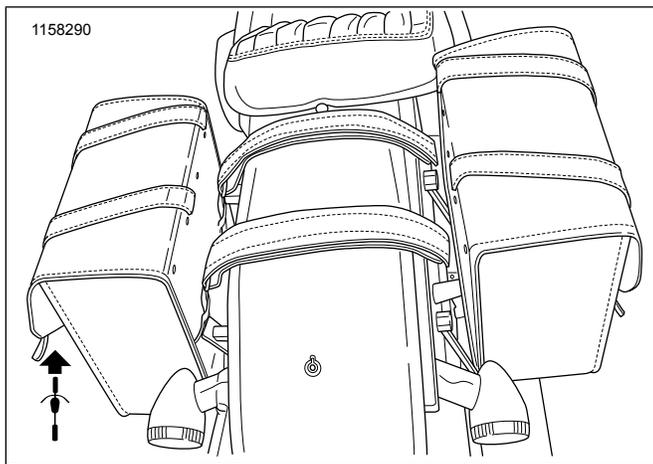

Figura 3. Colocación del yugo del soporte
10. Consulte la Figura 3. Coloque los yugos del soporte, ya sujetos al lado derecho de la alforja, a través del guardabarros sobre la cinta protectora y sujete a la alforja del lado izquierdo.